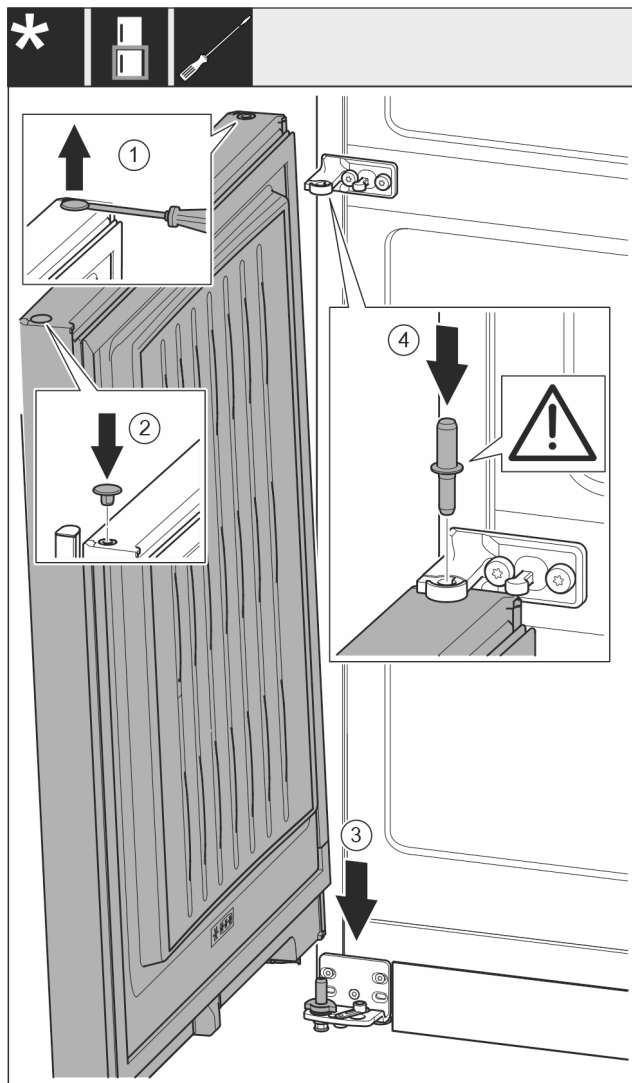

Fig. 22
- Tõstke kork Fig. 22 (1) ettevaatlikult lapikkruvikeerajaga üles ja tõmmake välja.
- Pange kork Fig. 22 (2) teisel ukseküljel taas sisse.
- Pange uks Fig. 22 (3) ülaltpoolt alumisele laagripoldile.
- Pange keskmine laagripolt Fig. 22 (4) läbi keskmise laagripuki alumise ukse sisse. Pöörake seejuures tähelepanu sellele, et fiksaatornukk osutab tahapoole.